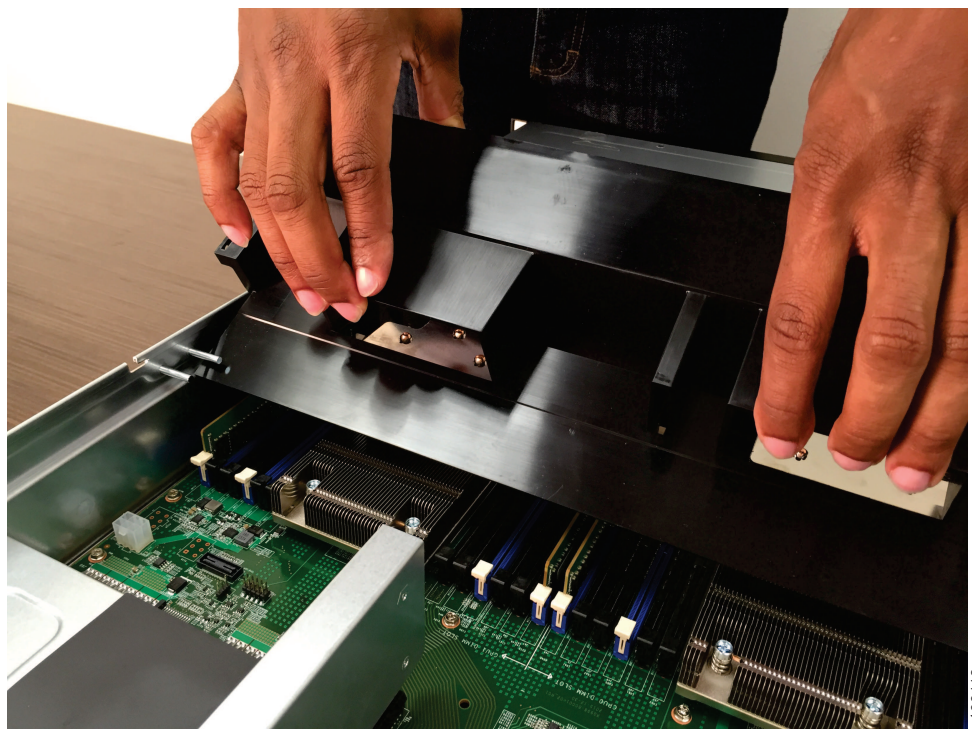

Figura 84. Alinhando a placa defletora de ar
2. Segure a placa defletora de ar em um pequeno ângulo para alinhá-la nas laterais do chassi, conforme mostrado em Figura 84 na página 112.